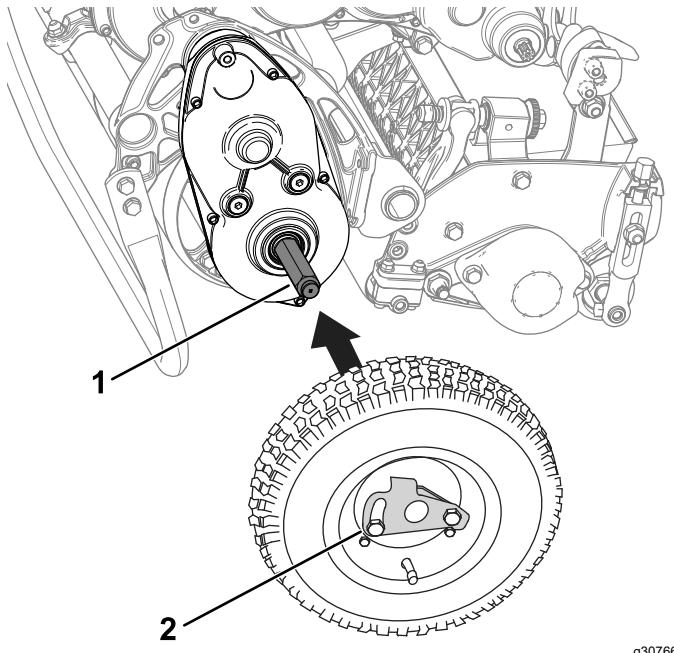

Figure 21
2. Glissez une roue sur un arbre (Figure 21).
3. Faites pivoter le clip de verrouillage (Figure 21) pour l'éloigner du centre de la roue et lui permettre ainsi de coulisser plus avant sur l'arbre.